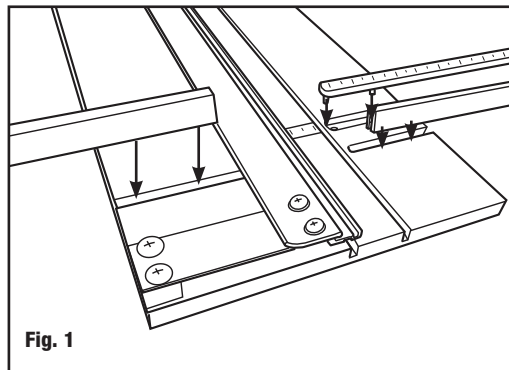

Fig. 1
1. Align pins in bottom of measuring bar with holes in board and press to install (**Fig. 1**).
2. Align squaring bars above slots and press into board slots. Slide longer bar under Guiderail to end of slot (**Fig. 1**).
1. Insérer la règle-guide dans les trous du support de découpe et appuyer pour l'installer (**Fig. 1**).
2. Insérer les barres d'équerrage dans les rainures et appuyer. Faire glisser la barre la plus longue sous le rail de guidage jusqu'au bout de la rainure (**Fig. 1**).